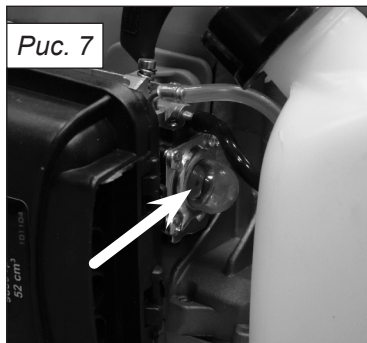

Рис. 7
3. Закачайте топливо в карбюратор, нажав 4-6 раз на кнопку подкачки топлива (рис. 7).